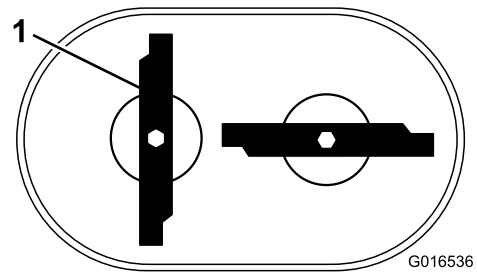

Figure 6
**Remarque:** Les lames devraient être perpendiculaires et former un « T » renversé, comme montré à la Figure 6.